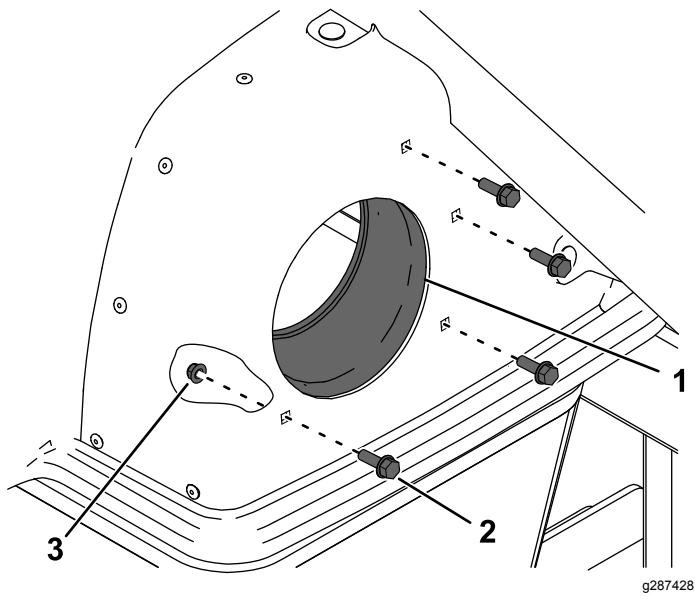

Figura 4
1. Pomo (4)
2. Pletina de sujeción (2)
- En la tapa, retire los 4 pernos, las 4 tuercas y el adaptador de la tapa existentes (Figura 4).
6. Instale el nuevo adaptador de la tapa con 4 pernos y 4 tuercas en los nuevos taladros de montaje (consulte la Figura 4). Apriete los pernos a entre 10,2 y 12,4 N·m.